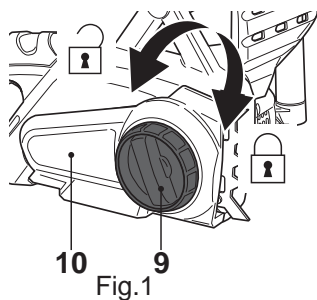

Fig.1
- > Desserrez la molette de verrouillage [9] et ôtez le panneau latéral [10] (Fig.1).